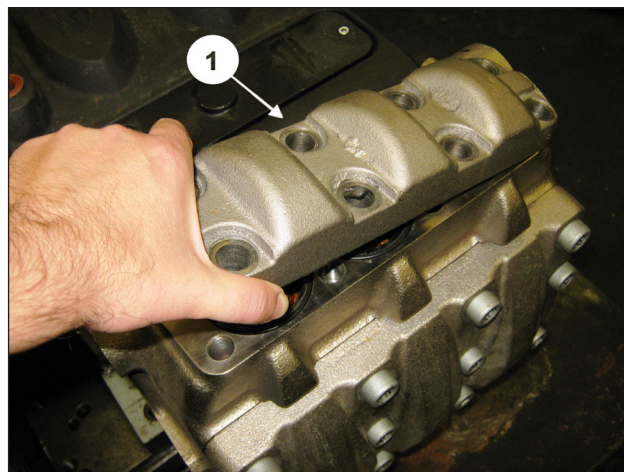
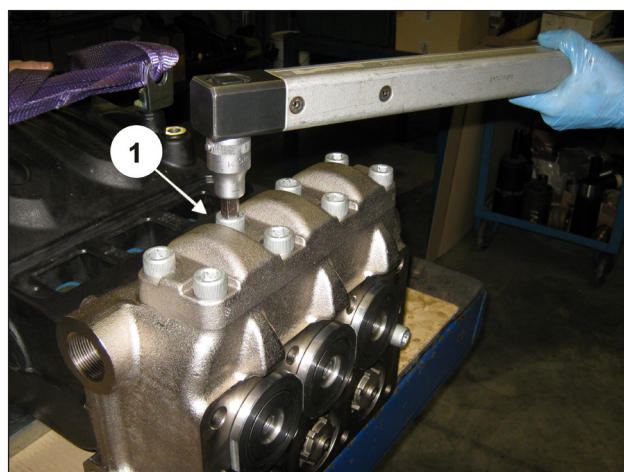

Fig. 147
Fig. 148
Tras terminar de montar los grupos válvula de envío, colocar la tapa de válvulas de envío (pos. ①, Fig. 147) y apretar los 8 tornillos M16x45 (pos. ①, Fig. 148) como se indica en el capítulo 3 CALIBRACIÓN DE AJUSTE DE LOS TORNILLOS.